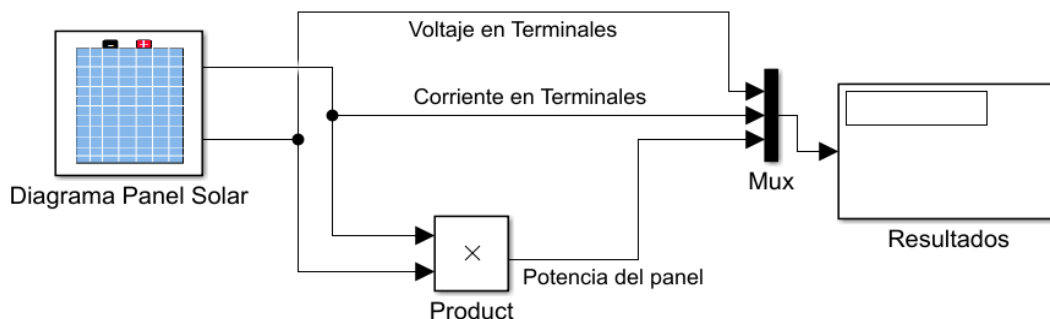

Fig. 19. Colocación del bloque Mux y del Display.
3. Cambie el bloque *Scope* por un bloque *Mux* y un *Display* tal como indica la **Fig. 19**, posteriormente realice la simulación a través de *Run* y registre los datos mostrados por el bloque *Display* en la **Tabla 2**.